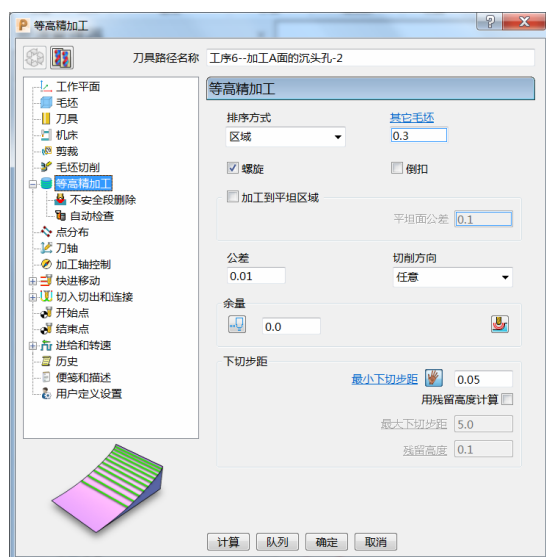

图 6-52
4) 等高加工: 排序方式选择“区域”, 设定其它毛坯“0.3”, 勾选“螺旋”, 设定公差“0.01”、切削方向“任意”、余量“0.0”、最小下切步距“0.05”。(图 6-52)